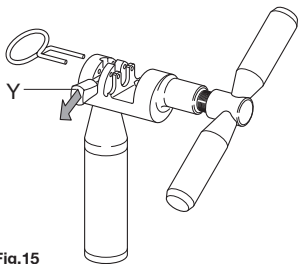

Fig.15
- Preparate l'utensile **UT-CN400**, posizionando la linguetta in modalità di chiusura (Y - Fig. 15).